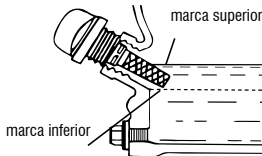

Fig. 3 – Nível de óleo
- e. Retire novamente a vareta e faça a leitura (fig. 3).